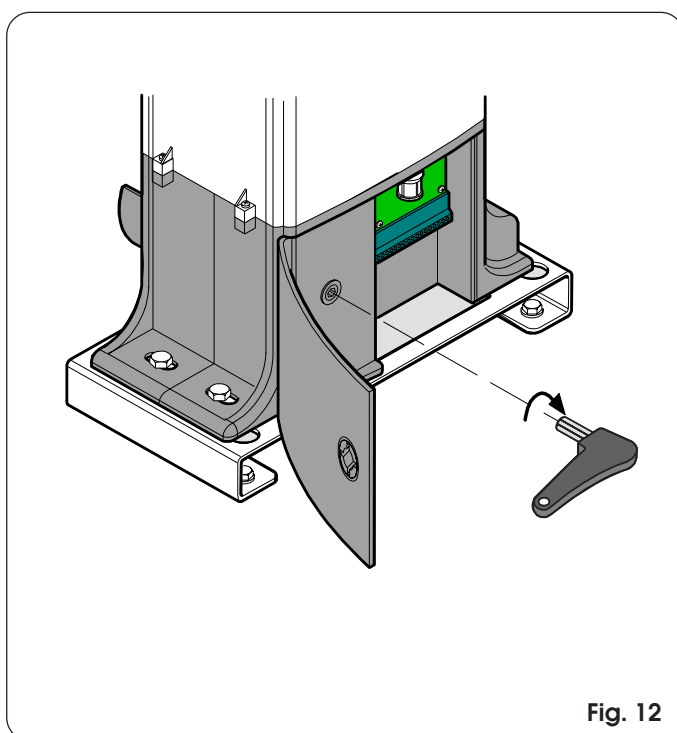

Fig. 12
- Estrarre la chiave in dotazione alloggiata all'interno dello sportello; inserirla nell'apposito sistema di sblocco e ruotarla in senso orario fino alla battuta meccanica (Fig. 12).